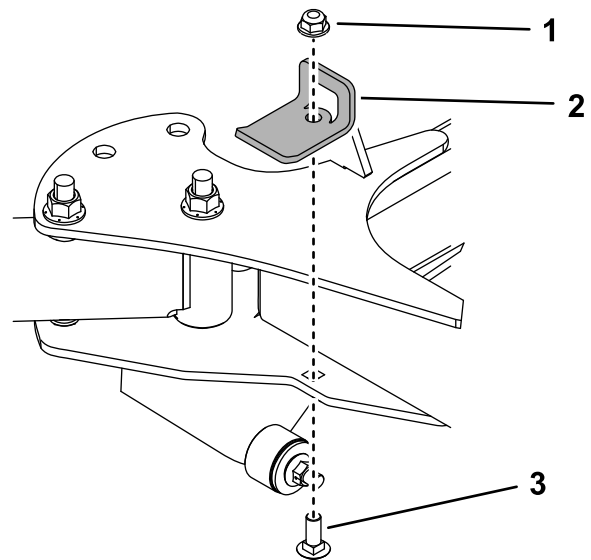

Figure 9
5. Avec un boulon de carrosserie ($\frac{3}{8}$ x 1 po) et un contre-écrou ($\frac{3}{8}$ po), installez les supports de butée de chaque côté de la machine (Figure 9). Serrez le boulon à un couple de 37 à 45 N·m (27 à 33 pi-lb).